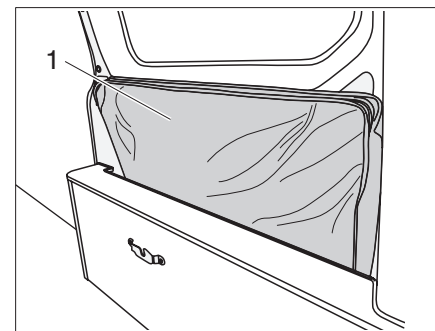

Bild 51 Tisch verstaut
- Tisch (Bild 51,1) in der Aufbewahrungstasche verstauen.